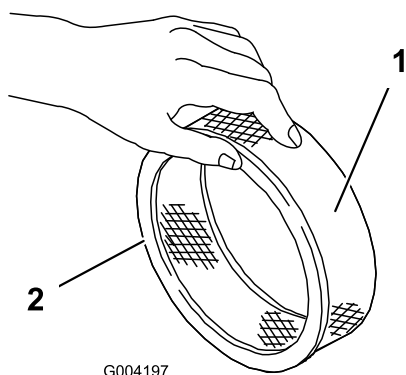

図 41
5. ペーパーフィルタに汚れや油汚れ、ゴムシールの傷がないか点検する(図 41)。
1. ペーパーエレメントにスポンジエレメントを注意深く取りつける(図 41)。